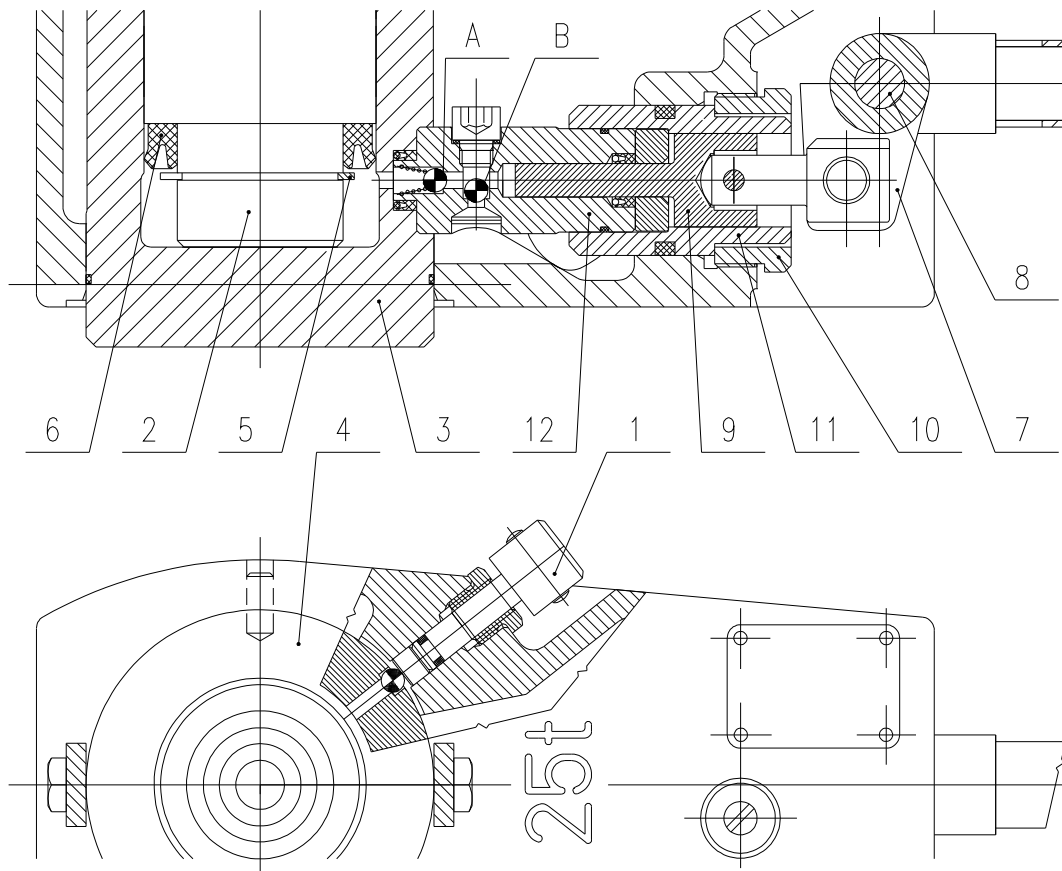

Abb. 11.3
- (3) Halten Sie den Arbeitsplatz sauber und ohne Fremdstoffe, die in die Gleitflächen der Kolben oder in den Innenmechanismus des Hebers, geraten könnten
- (5) Falls Sie ein Teil in den Schraubstock spannen, verwenden Sie geeignete Materialien (Leder, Kupfer, Holz usw.), um die Oberfläche der Teile zu schützen.
11.3 AUSTAUSCH DER KOLBENMANSCHETTEN (DEMONTAGE DES KOLBENS) - Abb. 11.3